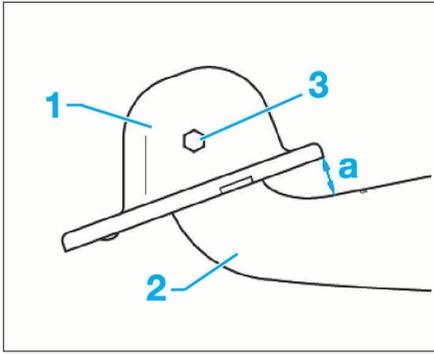

FIG. 17
- les vis de fixation (7) du bras longitudinal sur le porte-moyeu.
- les vis de fixation (10) de palier sur la caisse.
- si le palier (1) a été désassemblé du bras longitudinal (2), respecter l'inclinaison du palier par rapport au bras (a = 34 mm) avant de serrer sa vis de fixation neuve (3) (Fig.17).